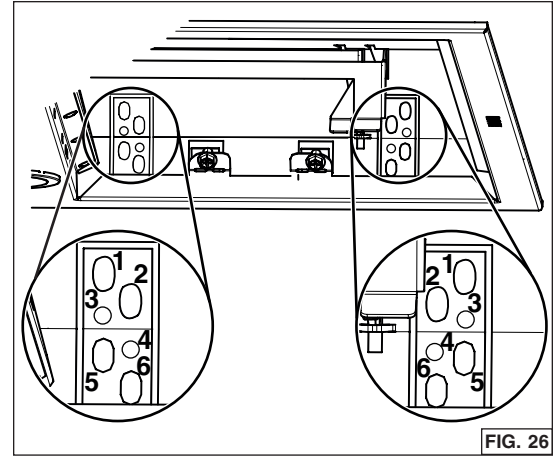

FIG. 26
- Levantar la campana hasta que su borde quede en la base del gabinete. Sujetar la campana al gabinete usando 4 tornillos para madera n° 8 x 5/8 pulg. incluidos en la bolsa de piezas (2 tornillos a cada lado). Usar los orificios superiores o inferiores (1, 2, 3, 4, 5 o 6) (FIG. 26).